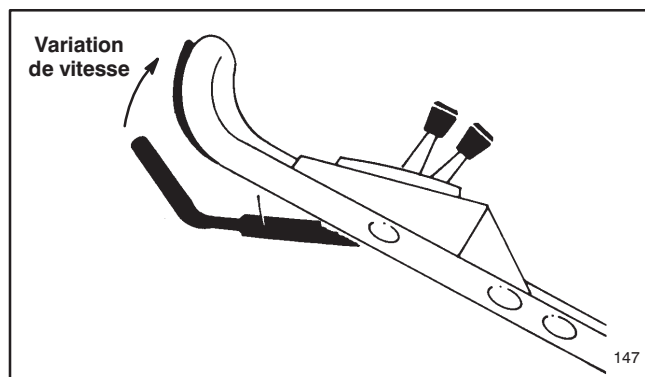

Figure 12
**5. COMMANDE DE LA TRACTION**—Placer le sélecteur de vitesse dans la position désirée, et serrer la barre de commande vers le mancheron pour avancer. La vitesse d'avance peut être modulée en augmentant ou en réduisant la distance entre la barre de commande et le mancheron. (Fig. 12).